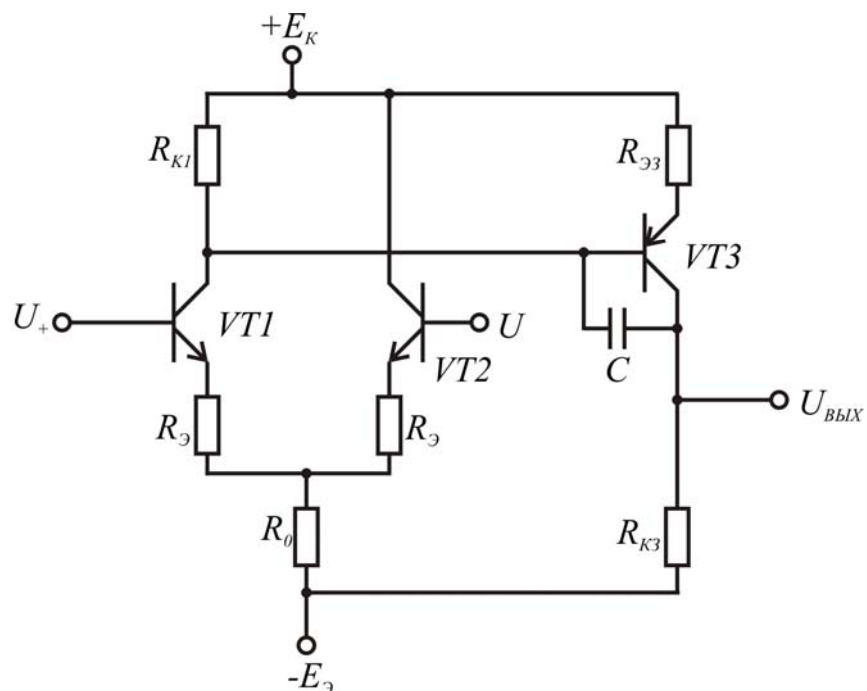
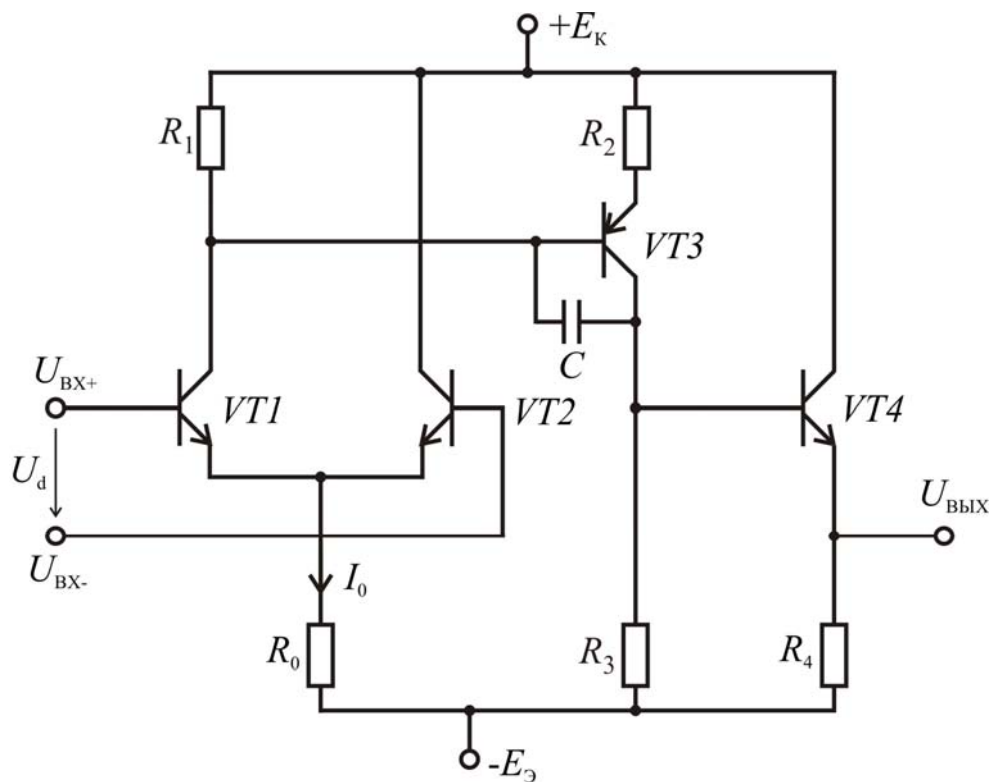
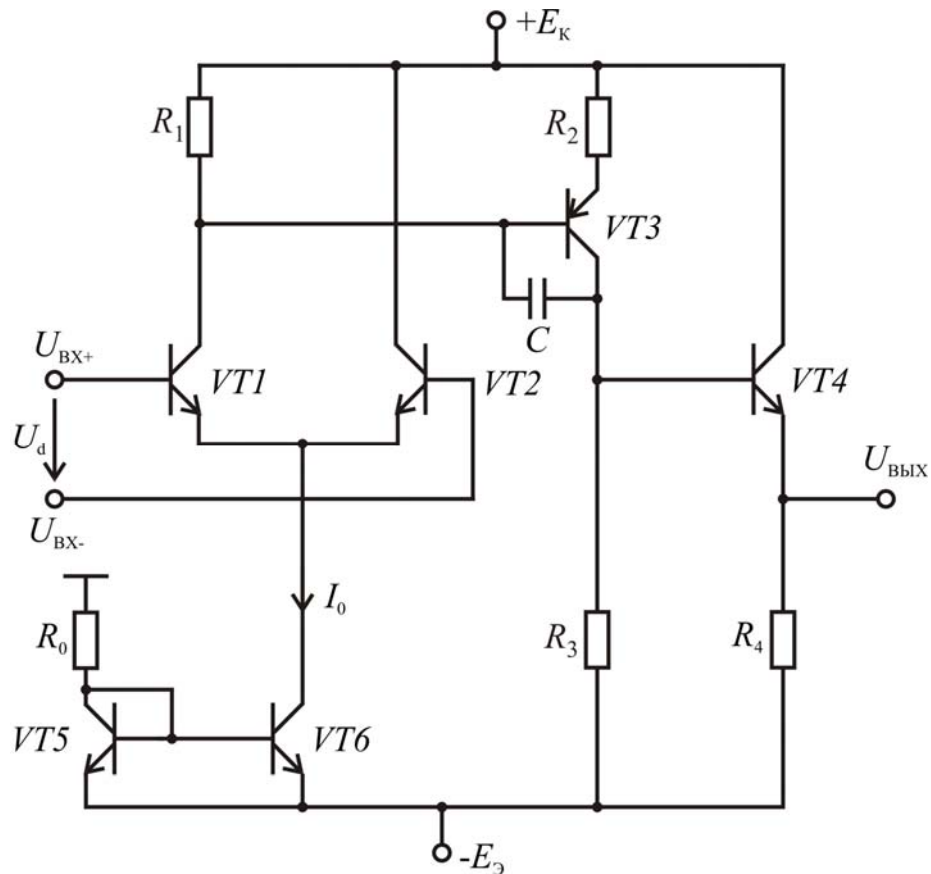
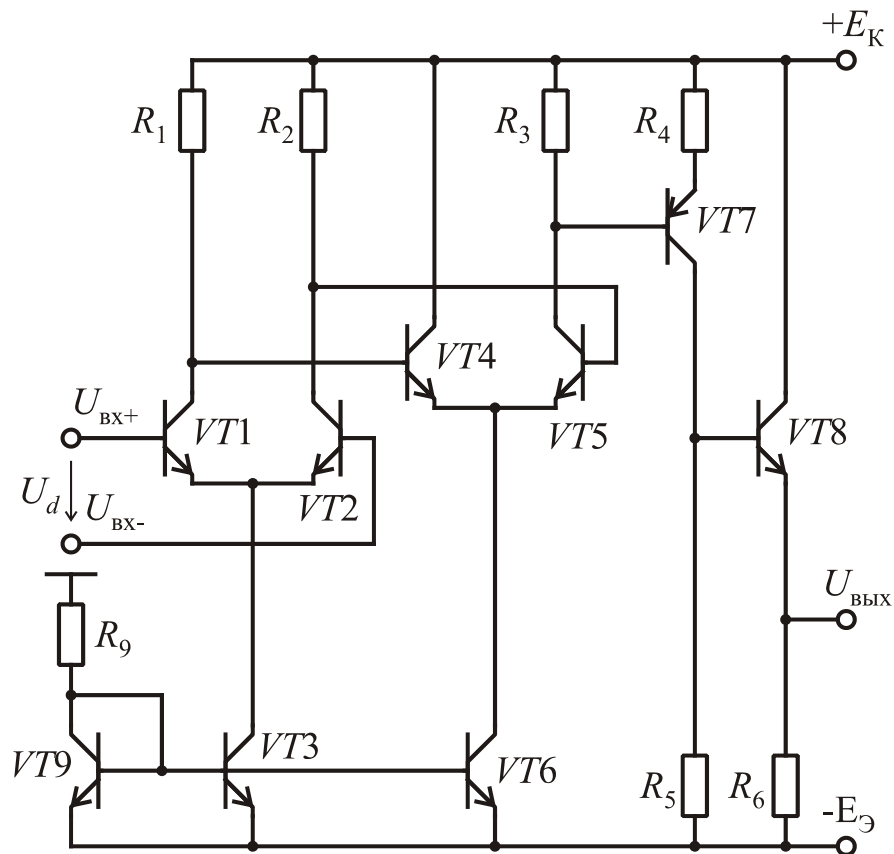

Рис. 4.5.2
Рис. 4.5.3
Рис. 4.5.4
Рис. 4.5.5
Схема простейшего операционного усилителя показана на рис. 4.5.2. Первым каскадом является дифференциальный усилитель на транзисторах VT1 и VT2. Он обеспечивает предварительное усиление дифференциальной составляющей и одновременно подавление синфазной составляющей входного сигнала. Режим транзисторов по постоянному току определяется напряжением питания и величиной резистора  $R_0$ .
Коэффициент усиления напряжения двухкаскадной схемы на рис. 4.5.2 может достигать нескольких тысяч. Однако коэффициент усиления тока невелик. Следовательно, мал и коэффициент усиления мощности. К тому же усилитель имеет значительное выходное сопротивление, достигающее нескольких кОм. Эти недостатки можно устранить, включив на выходе эмиттерный повторитель (рис. 4.5.3). Он обеспечивает усиление мощности выходного сигнала. Выходное сопротивление такой схемы составляет всего несколько десятков Ом.
*Расчет постоянных составляющих токов и напряжений в схеме ОУ на рис. 4.5.3. Для упрощения расчетов полагаем, что коэффициент  $\beta \gg 1$ , так что для всех транзисторов  $I_k \approx I_s$ . Все транзисторы работают в активном режиме, поэтому  $|U_{\sigma}| = 0.7 \text{ В}$ .*
ОУ, изображенный на рис. 4.5.4 имеет структуру, аналогичную структуре трехкаскадного усилителя на рис. 4.5.3. Отличие заключается в том, что цепью смещения дифференциального каскада является отражатель тока на транзисторах VT5, VT6. Такая схема обеспечивает значительно большее ослабление синфазного сигнала.
Остальные токи и напряжения рассчитываются так же, как и в схеме на рис. 4.5.3.
ОУ на рис. 4.5.5 имеет четыре каскада усиления. Первый каскад образован транзисторами VT1 и VT2. Он имеет дифференциальный вход и дифференциальный выход. Смещение рабочей точки транзисторов создается отражателем тока, реализованным на транзисторах VT3 и VT9. Вторым каскадом является дифференциальный усилитель на транзисторах VT4 и VT5. Смещение создается источником тока на транзисторе VT6. Выходной сигнал снимается с коллектора VT5.
*Расчет постоянных составляющих токов и напряжений в схеме ОУ на рис. 4.5.5.* Для упрощения расчетов полагаем, что коэффициент  $\beta \gg 1$ , так что для всех транзисторов  $I_k \approx I_g$ . Все транзисторы работают в активном режиме, поэтому  $|U_{бэ}| = 0.7 \text{ В}$ .
В схемах ОУ на рис. 4.5.3, 4.5.4, 4.5.5 использовать модель *n-p-n* транзистора Q2N3904 и модель *p-n-p* транзистора Q2N3906 (VT3) из библиотеки EVAL.slb. В схеме ОУ на рис. 4.5.5 использовать модель *n-p-n* транзистора Q2N3904 (кроме VT6) и модель *p-n-p* –транзистора Q2N3906 из библиотеки EVAL.slb. Транзистор VT6 реализовать в виде параллельного соединения двух *n-p-n* транзисторов Q2N2222. Примеры схем можно найти в файлах W4\_5\_1, W4\_5\_2, W4\_5\_3 в папке Electronics\Labs.